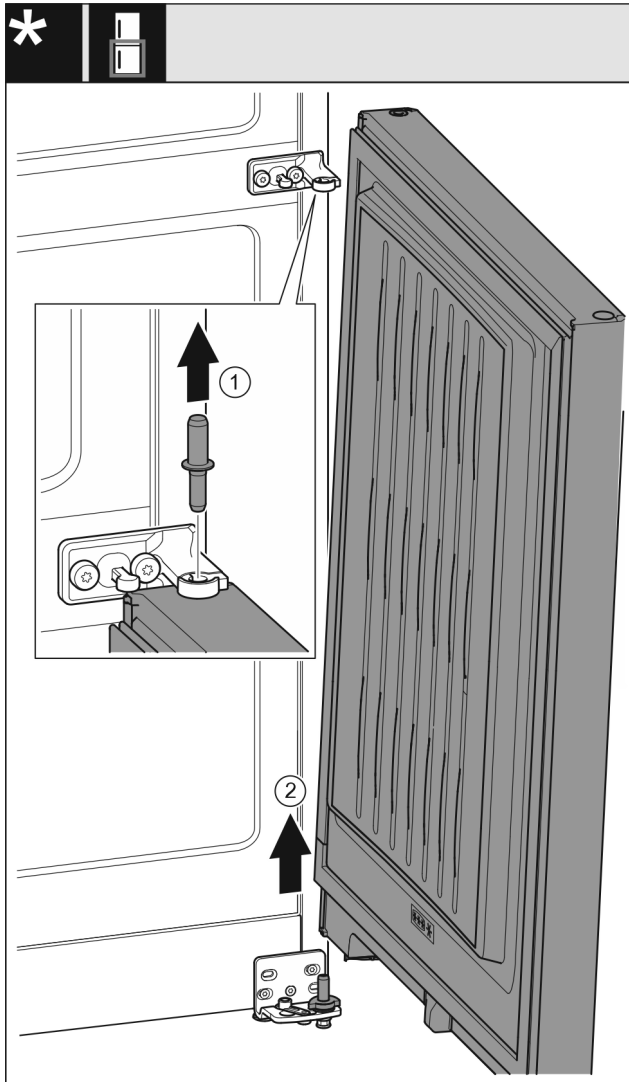

Fig. 8
- ▶ Витягніть гвинт догори. Fig. 8 (1)
- ▶ Відкрийте дверцята, зніміть рухом вгору та відкладіть убік. Fig. 8 (2)